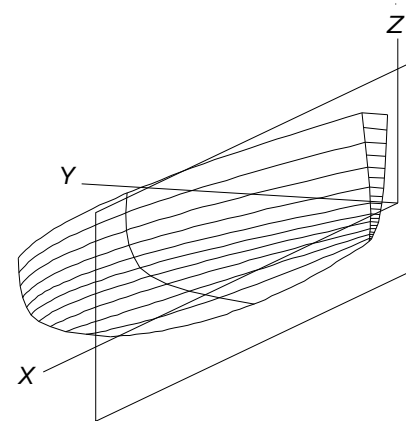

Fig. 20
- 1 **Open PROJCRV1.ms2** (Fig. 20).